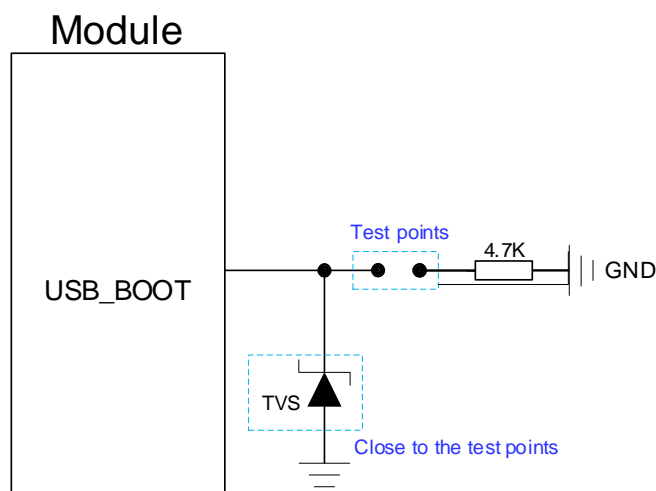

图 19: USB_BOOT 参考设计
2. 使用 MCU 控制模块进入强制下载模式时需按照如上时序图进行控制，手动强制下载方式按照图 19 所示短接测试点即可。